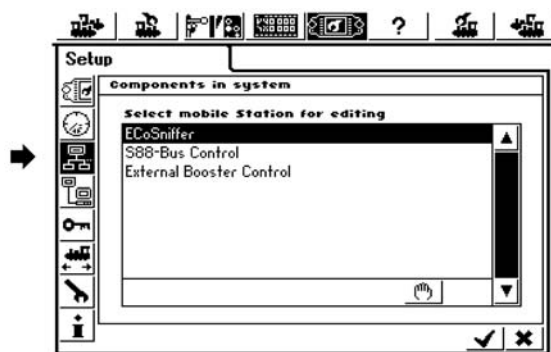

Рисунок 68
Это делается в подменю «Настройка бустера» (“Booster Configuration”), которое открывается, если выбрать в списке внешних устройств меню «Компоненты системы» (см. рисунок 68) пункт «Средство управления внешним бустером» (“External Booster Control”) и нажать кнопку «Редактировать» с изображением ладони.
- Выберите из этого списка пункт «Средство управления шиной s88» (См. также рисунок 68).